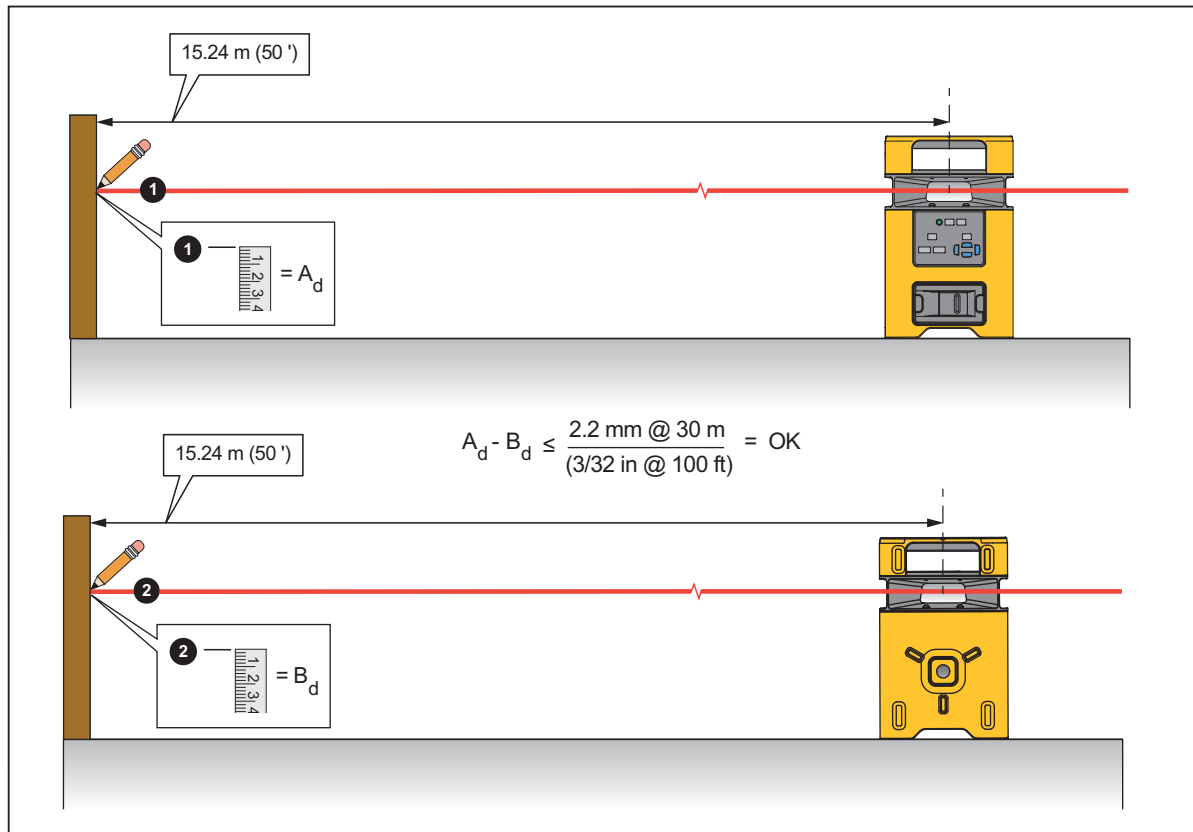

Figura 7. Precisione del livellamento
1. Individuare un sito orizzontale livellato, preferibilmente una gettata di cemento, largo $\geq 15,24$ m da un muro da utilizzare come obiettivo. Vedere la figura 7.
4. Apporre un contrassegno ❶ sul punto in cui il laser orizzontale interseca l'area obiettivo.
6. Apporre un contrassegno ❷ sul punto in cui il laser orizzontale interseca l'area obiettivo.